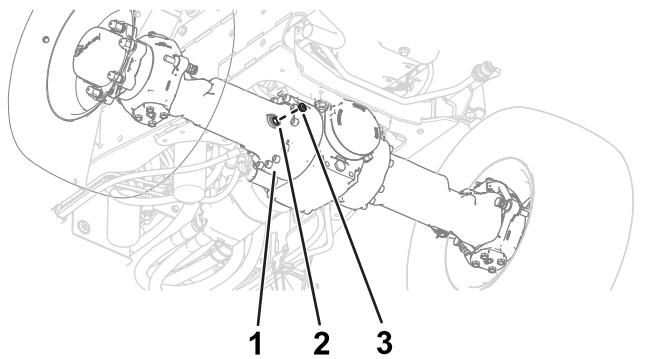

図 95
2. アクスルのデファレンシャルハウジングにある目視点検ポートのプラグを外す図 95と図 96。
3. 目視点検ポートから内部を覗き込んで、オイルがポートのねじ切り部まであるかどうか調べる図 95と図 96。
6. 目視点検ポートにプラグを取り付ける図 95と図 96。